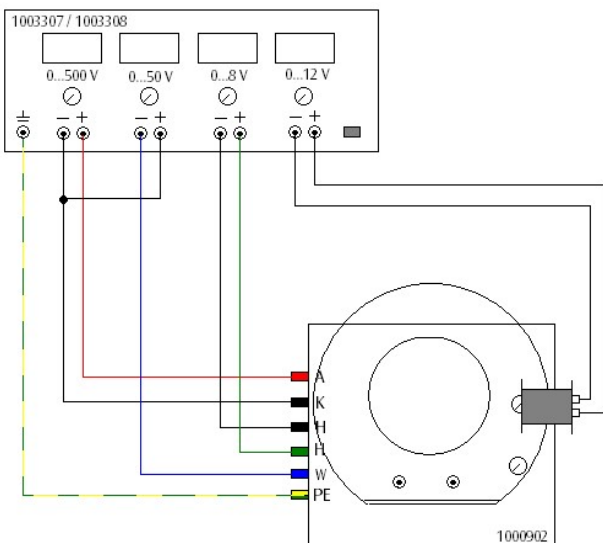

Fig. 5 Desviación magnética del rayo de electrones
- Se fija una bobina en el lado derecho del anillo metálico como en la fig. 5.
- Realice el cableado de acuerdo con la fig. 5.